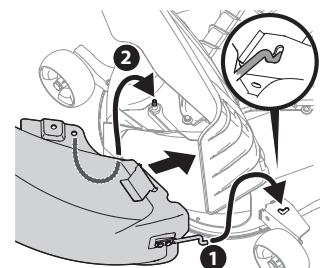

Figure 19
2. Soulevez le déflecteur de goulotte (consultez le numéro 1 de la Figure 19) sur le plateau de coupe et maintenez-le pendant que vous placez la goulotte de descente sur l'ouverture.
3. Insérez l'extrémité du coude de la goulotte de descente de décharge (2) dans l'orifice prévu à cet effet dans la roue du plateau de coupe, comme illustré dans l'encart de la Figure 19.
4. Faites pivoter la goulotte de descente vers l'arrière jusqu'à ce que l'orifice du coude de la goulotte de décharge s'aligne sur le plateau de coupe. Déplacez le coude de décharge vers le bas sur cette broche, comme illustré à la Figure 19.